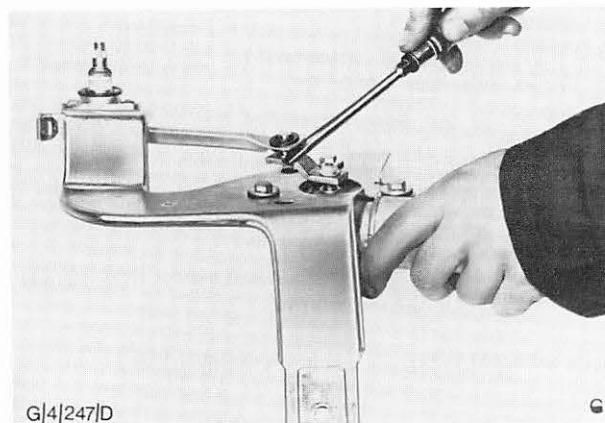

Abb. 42 Gestänge von der Antriebskurbel – Wischermotor abdrücken
7. Gestänge vorsichtig von der Antriebskurbel am Motor abdrücken. Abb. 42.